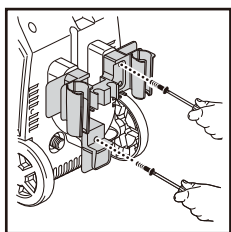

Fig. 1
- Veuillez installer le rangement accessoires derrière votre nettoyeur BLUE CLEAN (Figure 1). Vous pouvez bien voir où le rangement accessoires va s'appuyer derrière le nettoyeur. Il y a plusieurs pas de vis mâles d'un côté qui correspondent aux femelles de l'autre. Les pas de vis mâles et les trous femelles permettent un placement facile du rangement accessoires et un serrage facile des vis. Mettez les vis dans les trous du rangement accessoires et serrez-les. N'utilisez pas un tournevis électrique. Quand la vis est complètement serrée, bloquez-la avec un petit coup final du tournevis en sens horaire. Ne serrez pas trop.
- Utilisant une des vis fournies, installez le petit rangement du câble électrique sous le rangement accessoires, afin que la pièce à "L" soit tournée vers le bas. Lorsque votre nettoyeur haute pression n'est pas utilisé, le câble électrique peut maintenant être rangé autour du rangement accessoires et de la pièce à "L" (Figure 1).